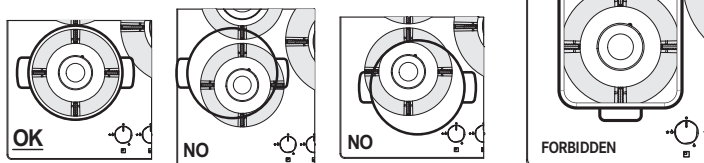

Fig. 1
L'utilizzo di pentole più grandi di quelle specificate può provocare un eccessivo surriscaldamento delle manopole e del piano e, in caso di uso prolungato, l'ingiallimento della copertura (se in acciaio inossidabile). Franke declina qualsiasi responsabilità in caso di danni dovuti a un tale utilizzo. (Fig. 1).
- ▷ Non mettere la stessa padella su due bruciatori. (Fig. 1).
- ▷ Non utilizzare due bruciatori contemporaneamente con un unico contenitore, come una casseruola o una padella per non pesci. (Fig. 1).